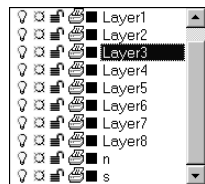

图 7-25 图层信息
(3) Layer Control。图层控制。用户如果单击右边的下拉箭头将得到如图 7-25 所示的图层信息下拉列表选项。可以通过下拉列表选项来控制图层的如下信息：是否打印、是否锁定、是否冻结以及图层的颜色、图层名等信息。具体操作过程与前面介绍的相同。